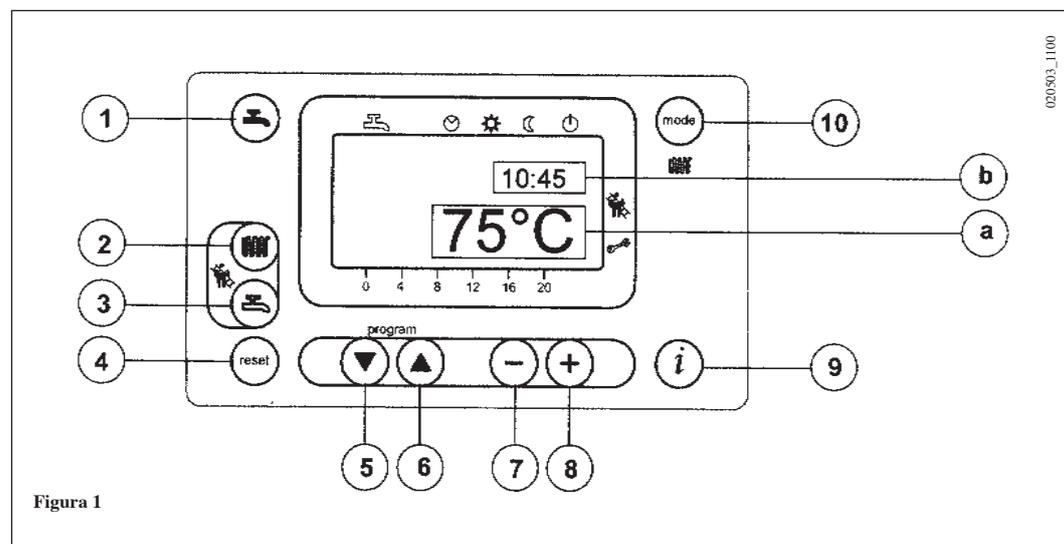

Figura 1
- Premere il tasto  (2- figura 1) per impostare la temperatura dell'acqua di riscaldamento;
- premere uno dei due tasti   (1 o 10 - figura 1) per memorizzare e ritornare al menù principale.
N.b – Con sonda esterna collegata, mediante il tasto  (2 – figura 1) è possibile effettuare la traslazione della curva di riscaldamento. Premere i tasti   per diminuire o aumentare la temperatura ambiente del locale da riscaldare.
- Premere il tasto  (3- figura 1) per impostare la temperatura massima dell'acqua sanitaria;